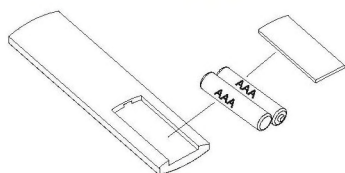

Рис.2
1. Розмістіть дві батарейки AAA, щоб використовувати пульт дистанційного керування. (Як показано на Рис. 2)